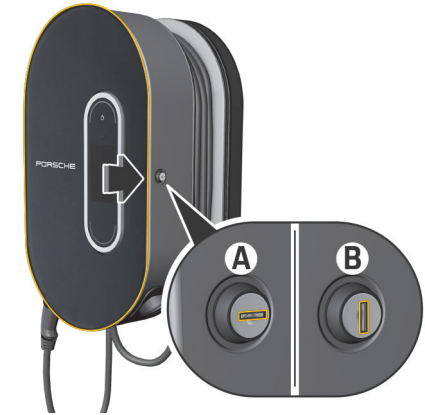

Fig. 106 Puerto de carga
- ▶ Gire la cerradura hasta la posición A (Fig. 106).
- ▶ Gire la cerradura hasta la posición **B**(Fig. 106).